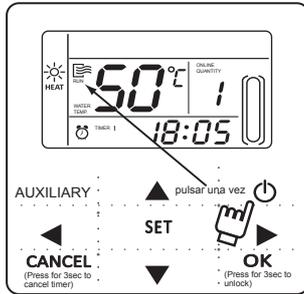

Fig.4-1
1) Usar un destornillador plano para desancorar las pestañas de la parte inferior del control cableado (poner atención al sentido de las pestañas, de lo contrario se dañará la placa trasera) (Fig. 4.1)